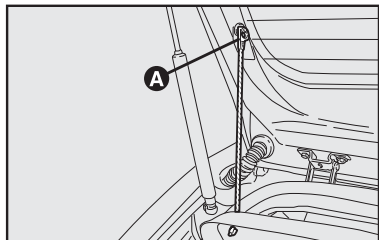

fig. 114
1) Soltar as extremidades superiores **A-fig. 114** dos dois tirantes, desprendendo as argolas dos pinos.